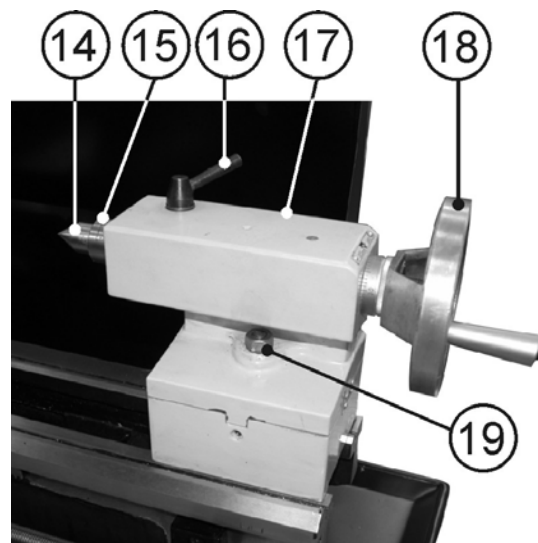

Рис.10
фиксирующей положение задней бабки (17). Поверните ручку фиксации положения пиноли (16) против часовой стрелки. Маховиком (18) перемещения пиноли по часовой стрелке подожмите центр (14). Поворотом ручки фиксации (16) положения пиноли по часовой стрелке зафиксируйте установленное положение пиноли (15), Рис. 10.